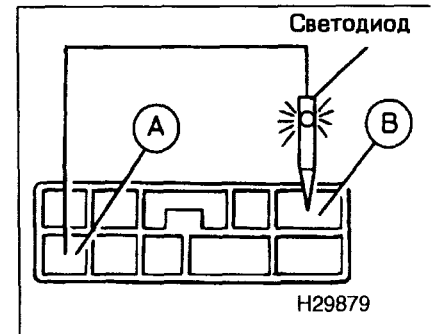

Рис. 23.5. Подключите светодиод к гнездам А и В диагностического разъема
- 6 Подключите светодиод к клеммам А и В диагностического разъема (см. рис. 23.5).